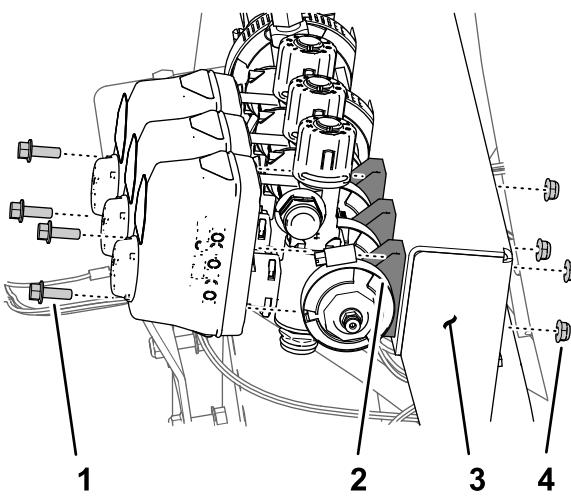

Figura 66
1. Rimuovete i 2 bulloni a testa flangiata ($\frac{1}{4}$ " x $\frac{3}{4}$ ") e i 2 dadi di bloccaggio ($\frac{1}{4}$ ") che fissano la valvola di sezione delle barre di sinistra al supporto del collettore (Figura 66).
2. Rimuovete i 2 bulloni a testa flangiata ($\frac{1}{4}$ " x $\frac{3}{4}$ ") e i 2 dadi di bloccaggio ($\frac{1}{4}$ ") che fissano la valvola di sezione delle barre di destra al supporto del collettore (Figura 66).
3. Rimuovete i morsetti flangiati da 40-64 mm (1-9/16 x 2 $\frac{1}{2}$ ") e la guarnizione da 25 x 35 mm (1" x 1-3/8") che fissano la flangia della valvola di sezione di sinistra al riduttore (Figura 66).